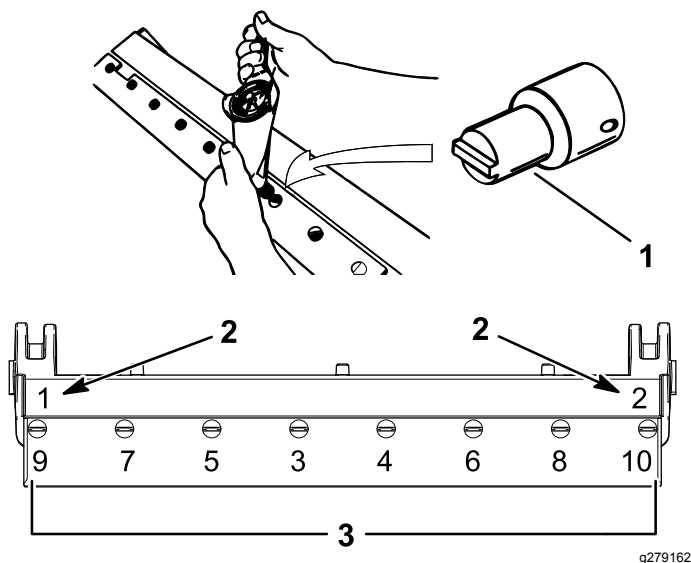

Figura 34
- A. Apriete los 2 tornillos exteriores a 1 N·m; consulte la Figura 34.
- B. Desde el centro de la contracuchilla, apriete los tornillos a entre 23 y 28 N·m; consulte la Figura 34.